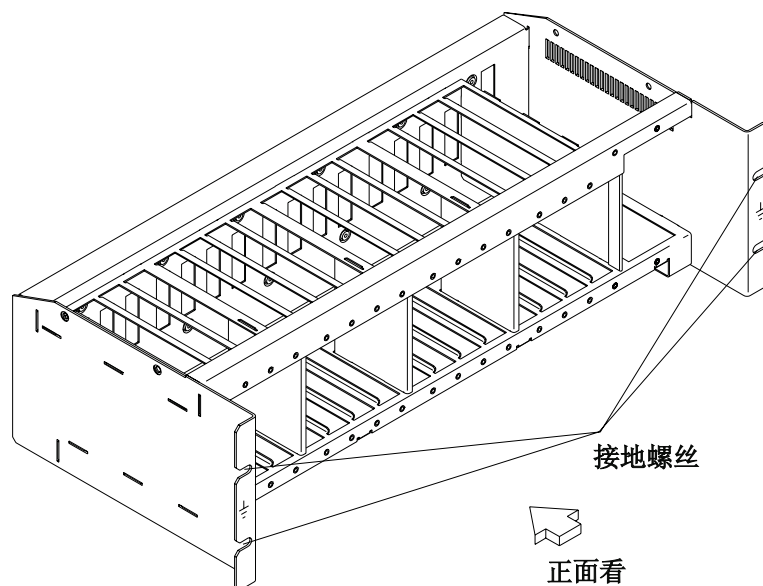

图 9. LCB 接地通过螺丝
- 如果有LCB的话，检查LCB外壳和控制器扩展机柜之间的电路保证连通。这个操作必须在网络连接之前做（参照第10页的图9）。